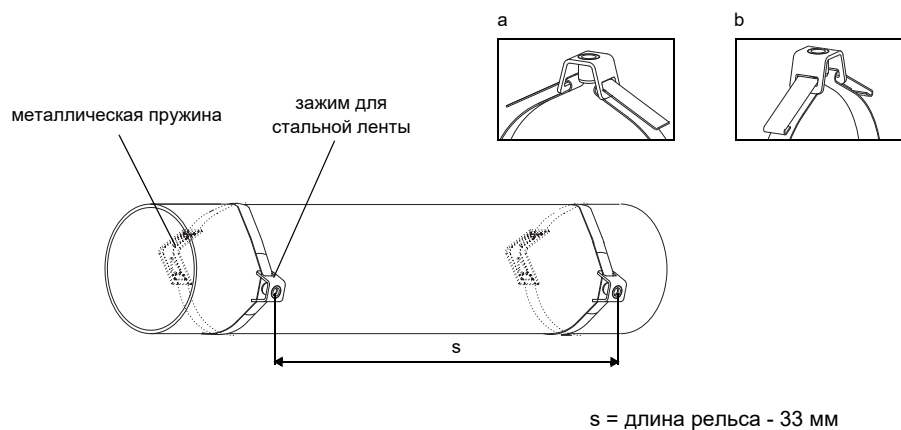

Рис. 8.36: Стальная лента с металлической пружиной и зажимом для стальной ленты на трубе
- Разместите стальную ленту вокруг трубы (смотри Рис. 8.36).
- Разместите металлическую пружину (если установлена) и зажим для стальной ленты (смотри Рис. 8.36):
- Протяните длинный конец стальной ленты через второй паз зажима для стальной ленты (смотри Рис. 8.36 а).
- Загните концы стальной ленты (смотри Рис. 8.36 б).
- Повторите шаги для закрепления второй стальной ленты. Установите стальные ленты на расстоянии  $s$  (смотри Рис. 8.36).